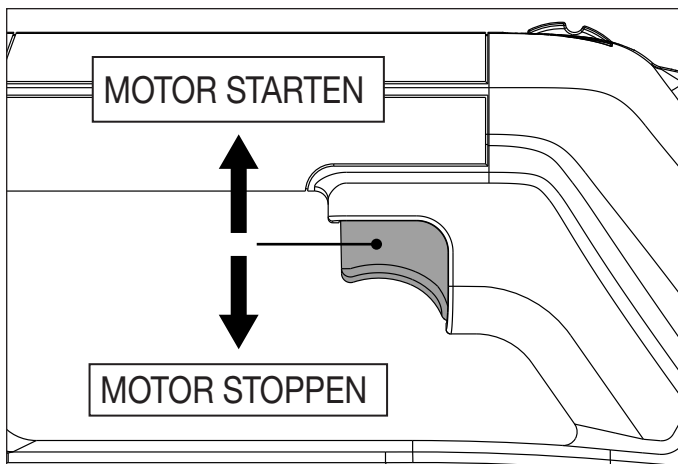
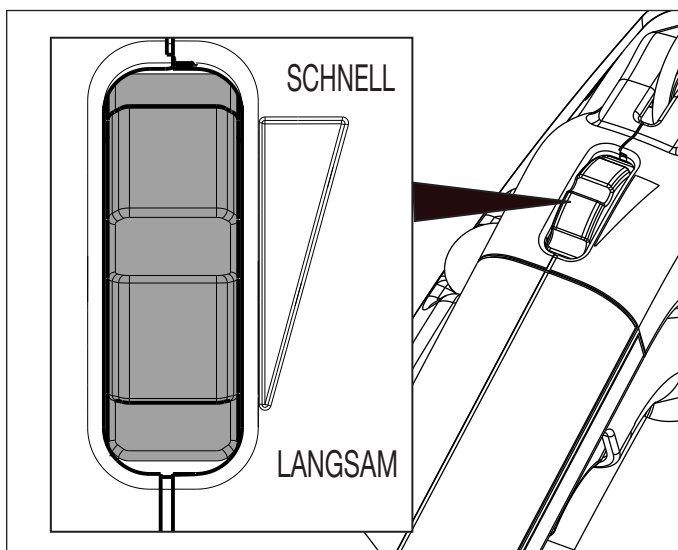

Abbildung 9: Bedienung des Auslösers
Abbildung 10: Daumenrad zur Steuerung der Motordrehzahl
Der Pumpenmotor wird über einen Trigger-Schalter gesteuert. Siehe Abbildung 9.
1. Stellen Sie sicher, dass der Netzschalter der Pumpe eingeschaltet ist (I).
2. Halten Sie den Tragegriff gut fest und drücken Sie den Auslöser, um den Motor zu starten. Um den Motor schneller laufen zu lassen, drehen Sie das Daumenrad nach vorne. Um den Motor langsamer laufen zu lassen, drehen Sie das Daumenrad nach hinten. Siehe Abbildung 9 und Abbildung 10.
- Mit dem Daumenrad an der Pumpe können Sie die Motordrehzahl nach Bedarf einstellen. Drehen Sie das Daumenrad nach vorne, um den Motor schneller laufen zu lassen. Drehen Sie das Daumenrad nach hinten, um den Motor langsamer laufen zu lassen. Siehe Abbildung 10.